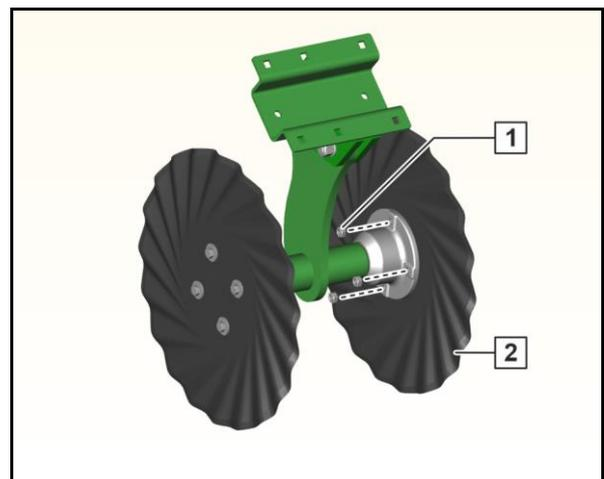

Fig. 483
7. Muttern (Fig. 483/1) demontieren.
8. Minimum TillDisc-Scheibe (Fig. 483/2) ersetzen.